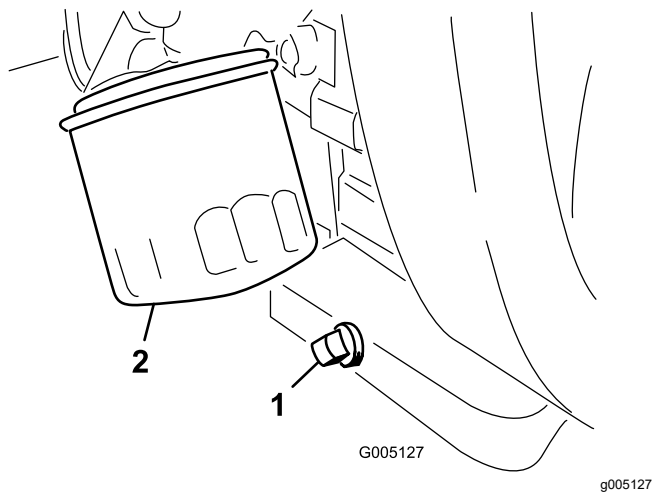

Figura 40
1. Retire el tapón de vaciado (Figura 40) y deje fluir el aceite a un recipiente apropiado.
2. Limpie las roscas del tapón de vaciado, aplique sellador de PTFE, e instale el tapón de vaciado (Figura 40).
3. Retire el filtro de aceite (Figura 40).